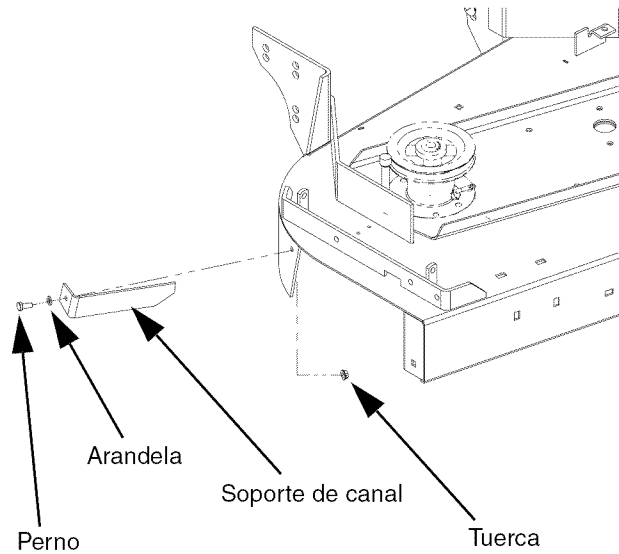

Figura 8
- Extraiga el soporte del canal desde la plataforma de la cortadora. Esta pieza se volverá a colocar en el próximo paso con la nueva clavija y piezas metálicas suministradas. Vea la Figura 8.